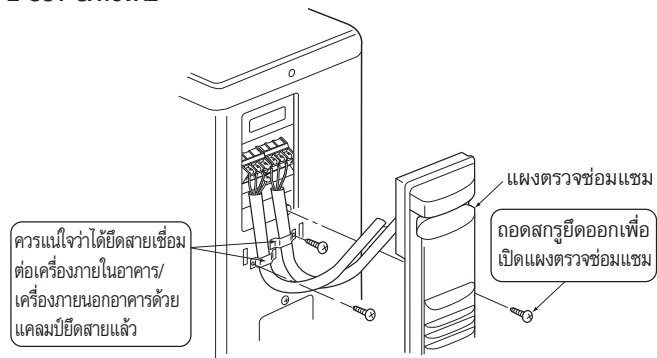

Fig. 5-3
5.1. เครื่องภายนอกอาคาร (Fig. 5-1, Fig. 5-2, Fig. 5-3, Fig. 5-4)
- ① ถอดแผงตรวจซ่อมแซมออก
- ② เดินสายตามที่แสดงใน Fig. 5-1, Fig. 5-2, Fig. 5-3 และ Fig. 5-4